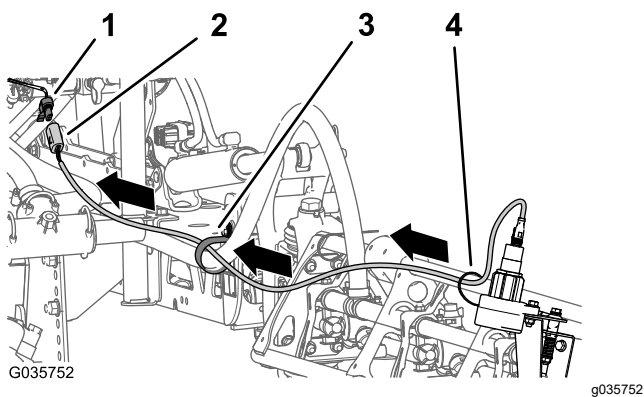

Figura 24
spre partea din față a colectorului cilindrului de ridicare (Figura 24).
3. Conectai conectorii cu 4 pini pentru cablul senzorului din stânga i din dreapta la conectorul cu 4 orificii al cablului pentru setul de finisare a braului ultra sonic (Figura 24) cu etichetă LEFT SONIC SENSOR (SENZOR SONIC STÂNGA) i RIGHT SONIC SENSOR (SENZOR SONIC DREAPTA).
5. Fixai firul care vine de la senzor la bra cu coliere de cablu (Figura 24).